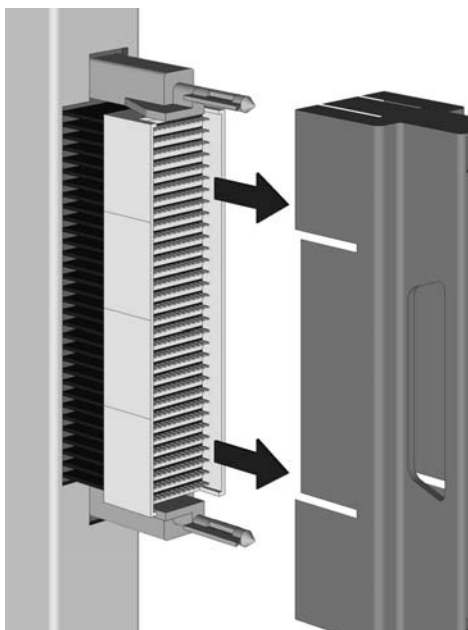

Figura 1-1. Remoção da tampa do pino
- 1 Remova a tampa dos pinos do conector na traseira do módulo de passagem, como mostrado na Figura 1-1, Remoção da tampa do pino.